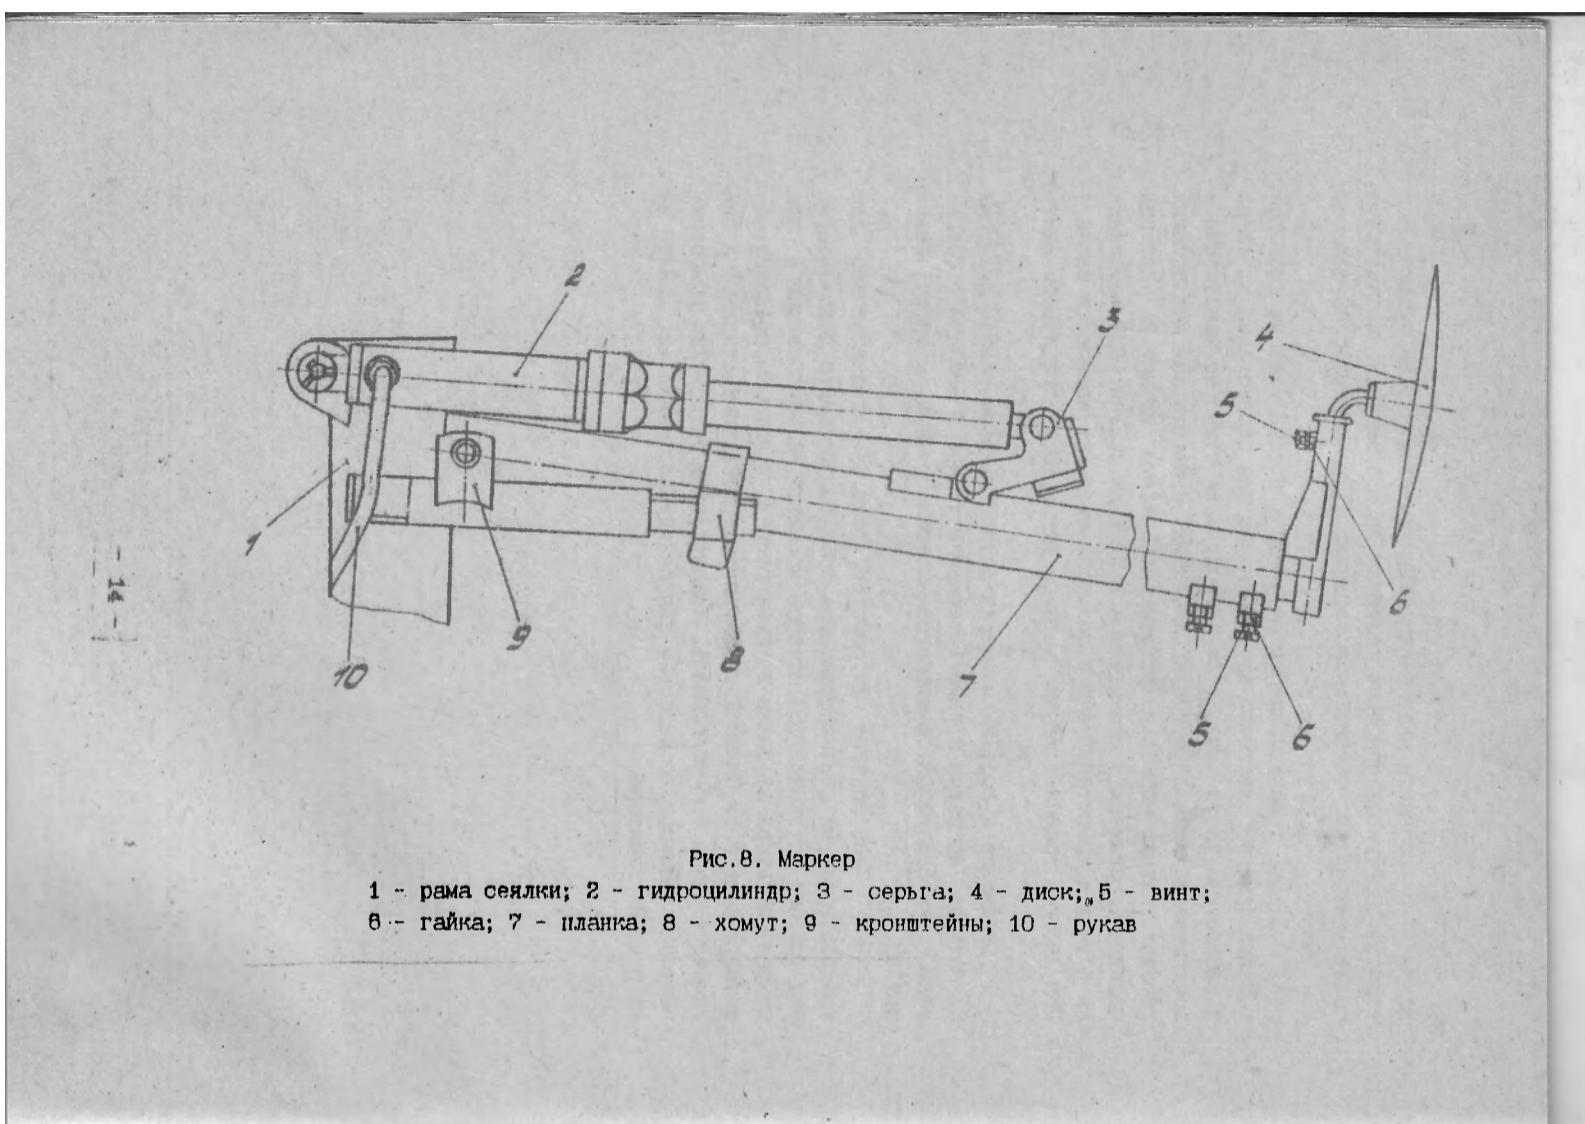

Рис. 8. Маркер
3.6 На сеялке применяются левый и правый маркеры дискового типа (рис.8), которые предназначены для образования следа на незасеянной части поля с целью получения стыковых междурядий и обеспечения прямолинейности движения агрегата при последующих заездах. Каждый маркер имеет телескопическую планку 7, которая шарнирно соединена с кронштейном 9 на раме сеялки. В трубу планки вставлен кронштейн на оси которого свободно вращаются диски 4. При дальнейшей транспортировке маркеры фиксируются при помощи хомутика 8.